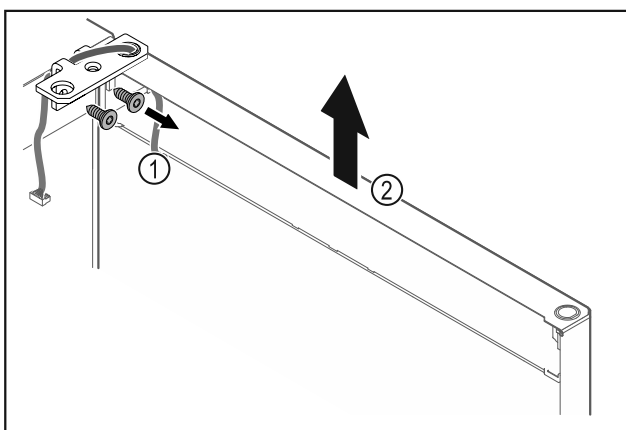

Fig. 18
- ▶ Skru hængselvinklen Fig. 18 (1) af.
- ▶ Løft døren og hængselvinklen Fig. 18 (2) ca. 200 mm lige op, og tag dem af.